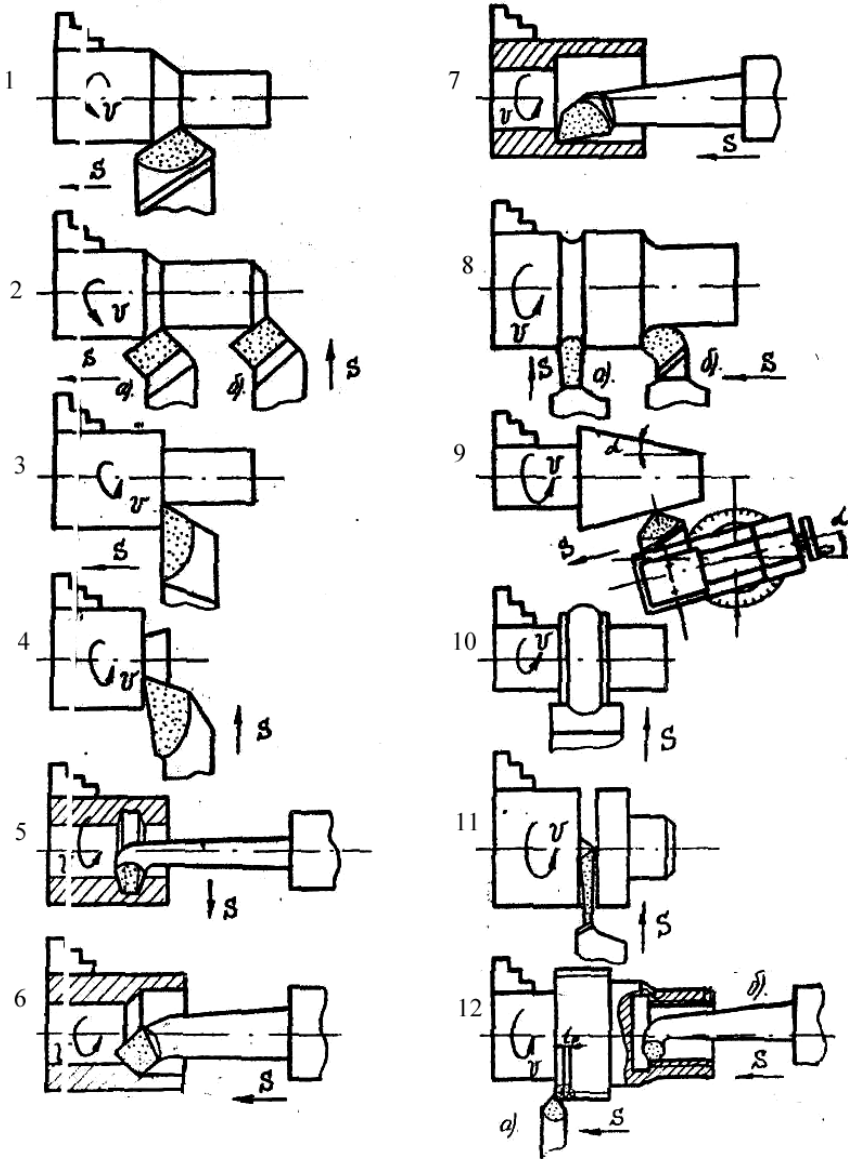

Рисунок 97 – Виды работ, выполняемых на токарном станке
1. проходным прямым резцом (рисунок 97, 1);
2. проходным отогнутым резцом (рисунок 97, 2);
3. проходным упорным резцом (рисунок 97, 3).
- проходным отогнутым резцом (рисунок 97, 2 б).
- подрезным резцом (рисунок 97, 4).
- канавочным угловым резцом для обработки канавок под сальник (уплотнение) (рисунок 97, 5).
- расточным проходным резцом для обработки сквозных отверстий (рисунок 97, 6);
- расточным упорным резцом для обработки глухих отверстий (рисунок 97, 7).
- фасонным канавочным резцом (рисунок 97, 8 а);
- фасонным резцом для обработки галтели радиуса (рисунок 97, 8 б);
- прямым проходным резцом путём поворота верхних салазок суппорта (рисунок 97, 9).
- отрезным резцом (рисунок 97, 11).
- резьбовым резцом для наружной резьбы (рисунок 97, 12 а);
- резьбовым резцом для внутренней резьбы (рисунок 97, 12 б).